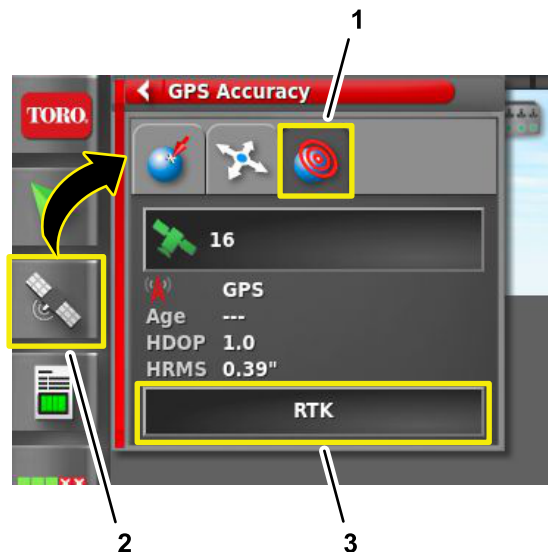

Bild 208
3. Tippen Sie auf der GeoLink-Steuerkonsole das Symbol GPS-INFORMATIONEN (Bild 208).